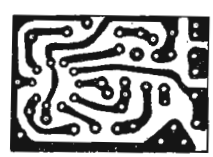

Fig. 11. - Circuit imprimé ampli LX75/76.
b) Le CI (voir fig. 11):
Théoriquement, il n'est pas possible de fournir une puissance de 12 watts, en régime sinusoïdal, à une charge de $6,8 \Omega$ à partir d'une tension d'alimentation de 12 volts, si l'on utilise un amplificateur Push série conventionnel. Dans ce cas, la puissance maximale théorique qu'il est possible d'obtenir en régime sinusoïdal est de 2,64 watts. Si l'on désire une puissance supérieure, dans les mêmes conditions, il faut utiliser un amplificateur en H. La figure 11 représente le schéma synoptique d'un amplificateur à configuration en H. Il est constitué par la réunion de deux amplificateurs Push série classiques, la charge étant réunie directement aux points milieu de ces amplificateurs. Les attaques de ces deux amplificateurs doivent être déphasées de 180° l'une par rapport à l'autre.